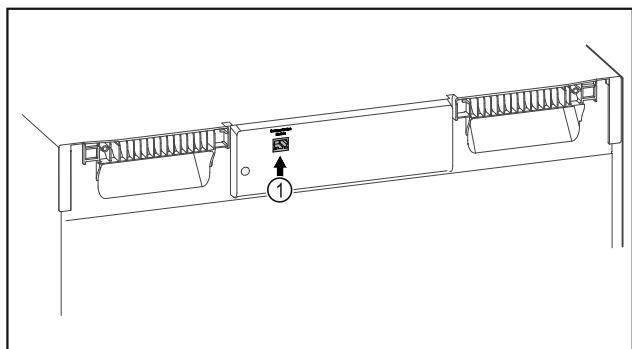

Fig. 98
- Vstavljen je SmartModule Fig. 98 (1).